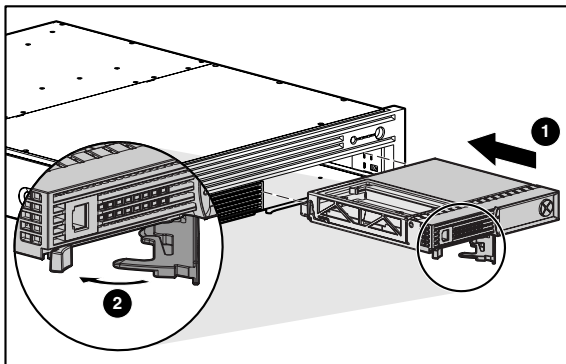

図 7: コントローラのインストール
2. 図 7 に示すように、コントローラをできるだけ奥まで差し込み①、ラッチがフロント パネルと水平になるまで内側に押し込みます②。